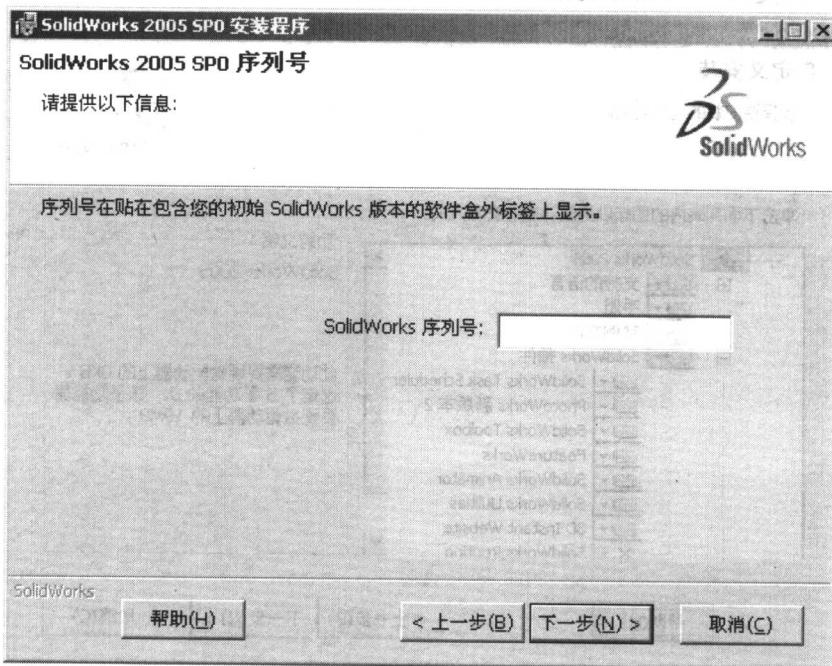

图 1-6 输入产品序列号
(6) 单击“下一步”按钮，如图 1-6 所示，输入产品序列号。